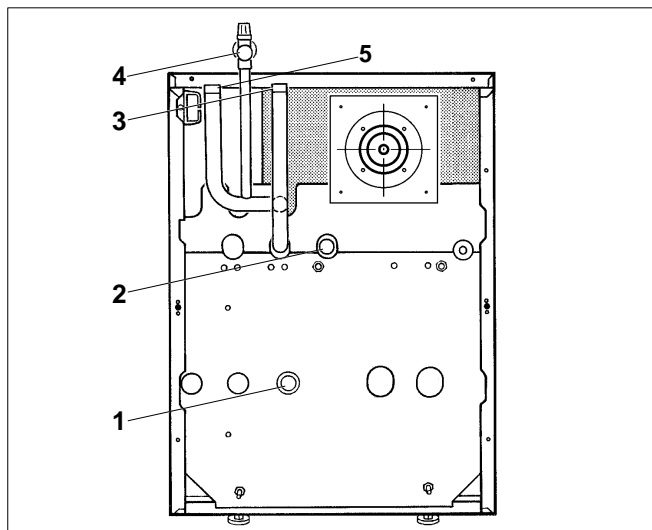

Fig. 8 Raccords côté eau GA 124 V
* Pour Logano GA124 voir également Fig.8.
- Dévisser le manomètre de la soupape de sécurité, monter la soupape de sécurité (fig. 8, **pos. 4**) et remonter le manomètre.
Pour garantir le bon fonctionnement de la chaudière tous les raccords doivent être placés uniquement aux points de raccordement prévus (fig. 8). Les conduites de raccordement doivent être connectées à la chaudière sans contraintes.
Si vous ne raccordez pas de préparateur d'ECS, obturez le départ (fig. 8, **pos. 2**) et le retour (fig. 8, **pos. 1**) prévu à cet effet, sur site.
Légende fig. 8